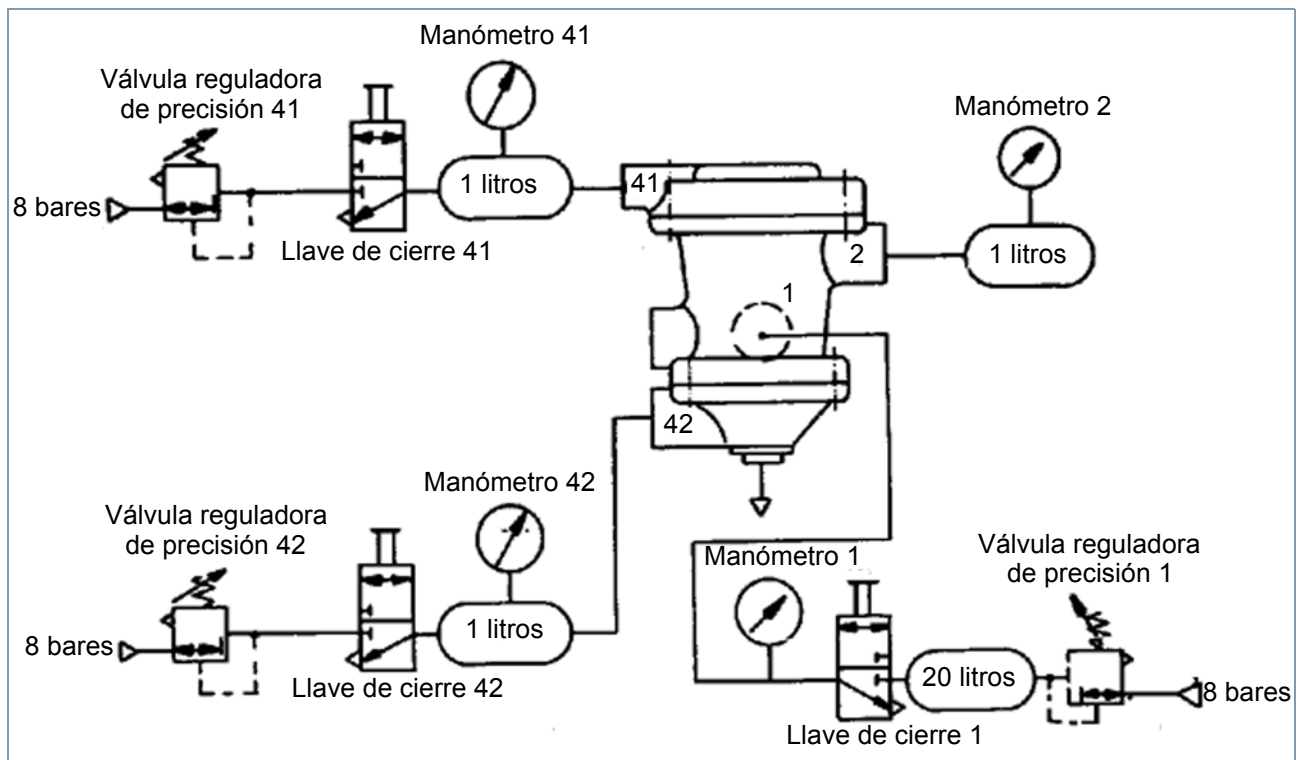

Fig. 3 Esquema de comprobación
- Banco de pruebas 435 197 000 0 o un dispositivo de prueba adecuado (véase fig. 3)
- i** Si no se dispone del banco de pruebas 435 197 000 0, debe comprobarse el componente de acuerdo al esquema siguiente (véase fig. 3).